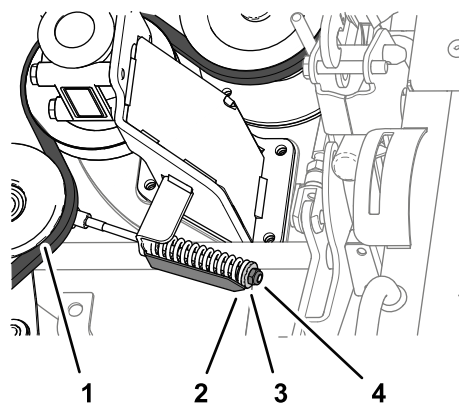

Figura 133
4. Slăbiți contra piulia de tensionare a curelei până când putei glisa cureaua de pe fulia de tensionare a curelei (Figura 133).
2. Strângeți contrapiulia până când săgeata indicatorului de tensionare se aliniază cu suprafaa exterioară a aibei (Figura 133).